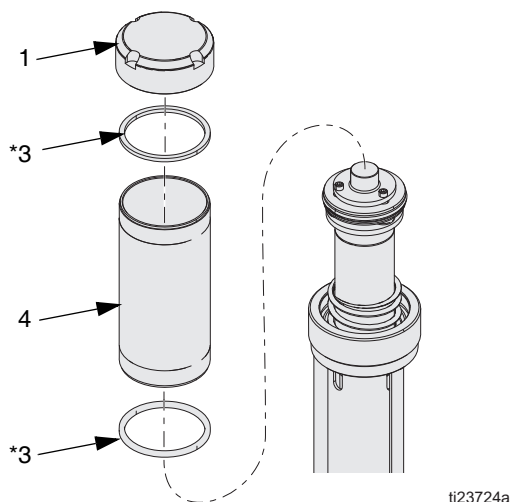

FIG. 10
1. Avlägsna lock (1), cylinder (4) och fyrkantig packning (3\*). Inspektera alla delar, inklusive fjädern under huvudet (visas inte i FIG. 10) efter skador och ersätt om nödvändigt. Se FIG. 10. Skruva loss för hand eller använd en kedjenyckel för att förhindra att cylinderns form förvrängs.